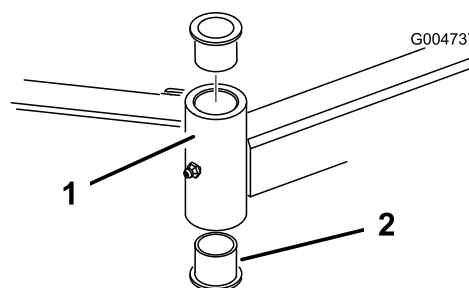

Рисунок 96
- Вставьте выколотку сверху или снизу монтажной трубы и выбейте втулку из трубы (Рисунок 96).